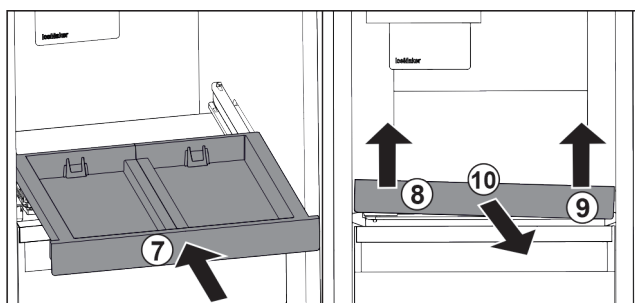

Fig. 120
- ▶ Gurnite izvlačnu ploču. Fig. 120 (7)
- ▶ Podignite izvlačnu ploču naprijed lijevo. Fig. 120 (8)
- ▶ Podignite izvlačnu ploču naprijed desno. Fig. 120 (9)
- ▶ Izvadite izvlačnu ploču prema naprijed. Fig. 120 (10)